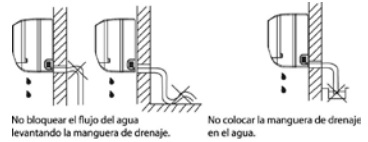

Ilustración 29
3.1. Coloque la manguera de drenaje con pendiente hacia abajo. No instale la manguera de drenaje según lo ilustrado en la Ilustración 29.